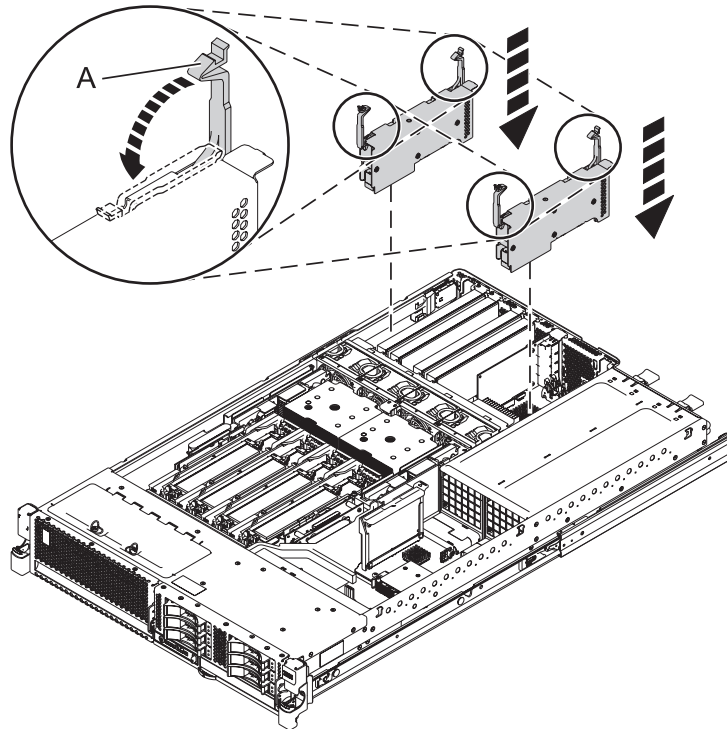

Abbildung 7. Adaptereinbau in einem Einschubsystem
4. Drehen Sie die Laschen gleichmäßig in die verriegelte Position (siehe Abb. 7).